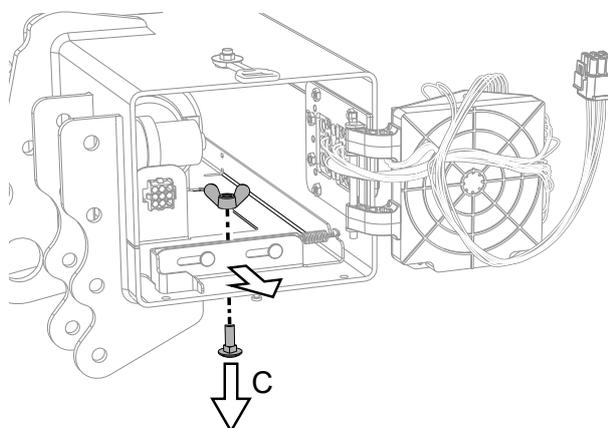

Figure 19. Libération du groupe hydraulique
4. Libérez le groupe hydraulique en dévissant l'écrou à oreilles et la vis (C) (voir ) puis tirez le groupe hydraulique jusqu'à ce que le bouchon de remplissage soit accessible, voir Figure 19.